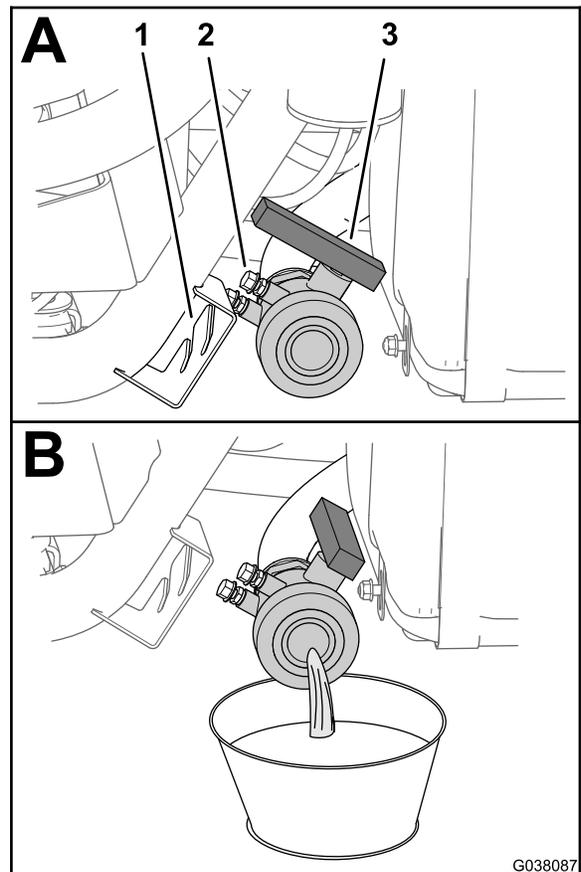

図 2
3. 液剤タンク 図 2 を空にする散布車のオペレーターズマニュアルの「スプレーヤの洗浄」を参照。